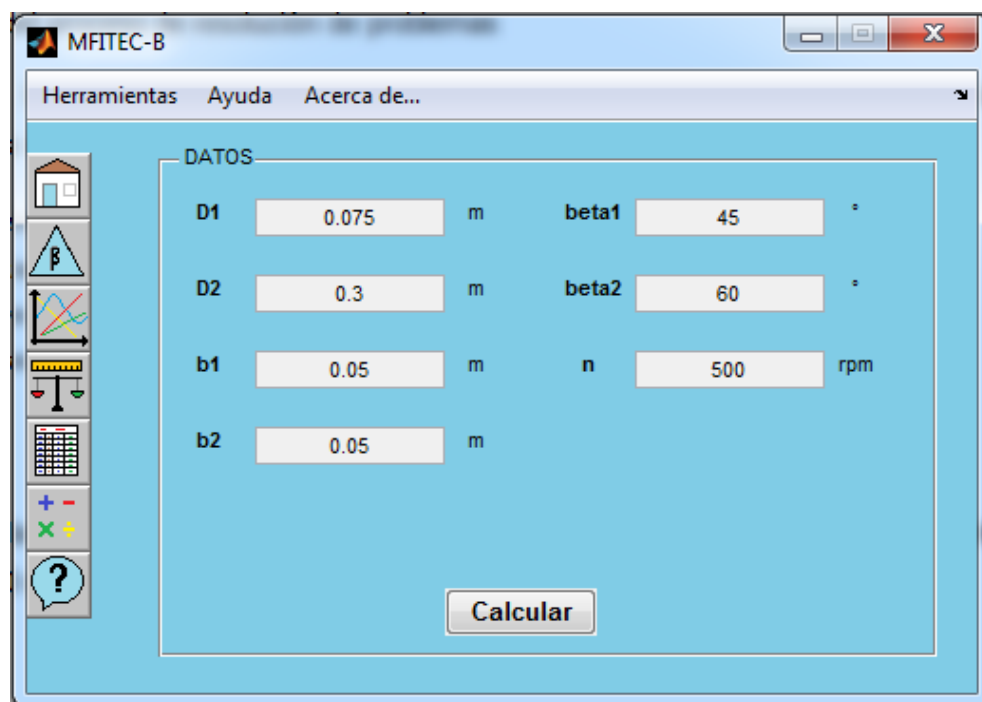
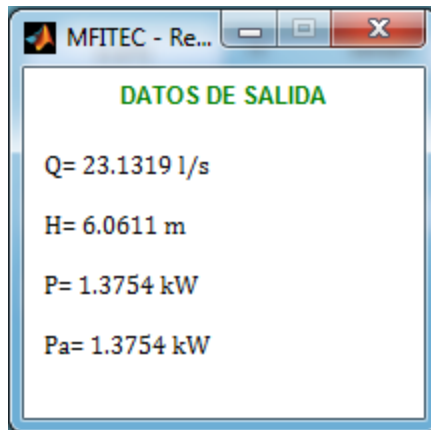

Figura 4.13 Inserción de datos de entrada
Figura 4.14 Datos de salida
3. Proporcionar los datos de entrada en la interfaz de cálculos (Ver figura 4.13) en las unidades de medición que se indican. Pulsar el botón calcular para obtener los resultados o datos de salida calculados por el programa (Ver figura 4.14).